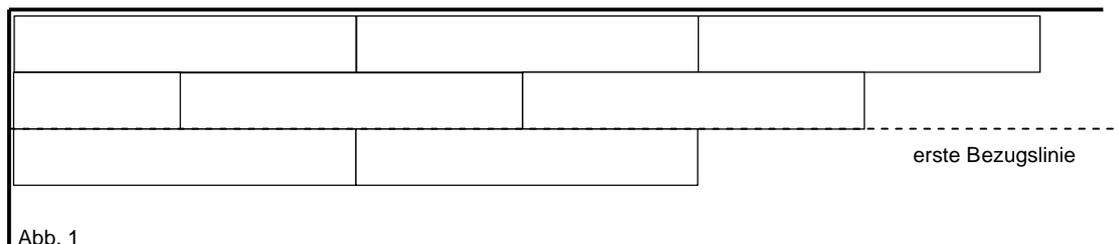

Abb. 1
- Abb.1) Vermitteln Sie die Verlegung im Raum so, dass die Anfangs- und Endreihen ausreichend breit sind. Markieren Sie dann im Abstand von 2 Paneelbreiten eine Verlegerreihe (Wanddehnungsfuge berücksichtigen) mit Schnurschlag. Richten Sie dann die ersten beiden Reihen an dieser Bezugslinie aus. Bei vollflächiger Verklebung tragen Sie nur so viel Kleber auf, wie Sie in der offenen Zeit (Topfzeit) Elemente verlegen können.